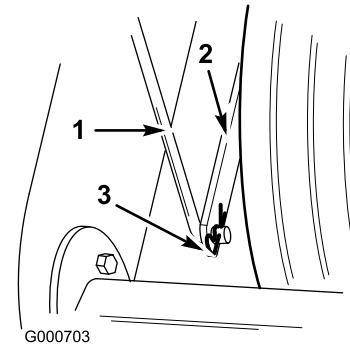

Figura 6
7. Con una coppia a forcina, fissate l'estremità inferiore dell'asta di controllo dell'altezza alla staffa presente sul supporto della ruota anteriore (Figura 6).